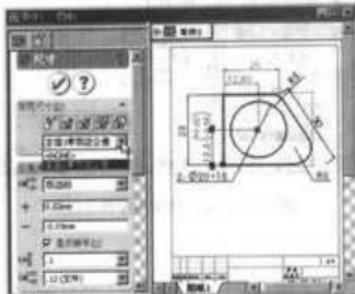

图 6-153 添加一个常用类型之后“尺寸”属性管理器
- (3) 单击 (添加或更新常用类型) 工具，在弹出的“添加/更新常用样式”对话框中输入新的名称或选择一现有名称。
- (4) 单击“确定”按钮，如图 6-153 所示，“设定当前常用类型”选项框中显示添加的常用类型。
- (5) 单击 (确定) 按钮确认并退出“尺寸”属性管理器。